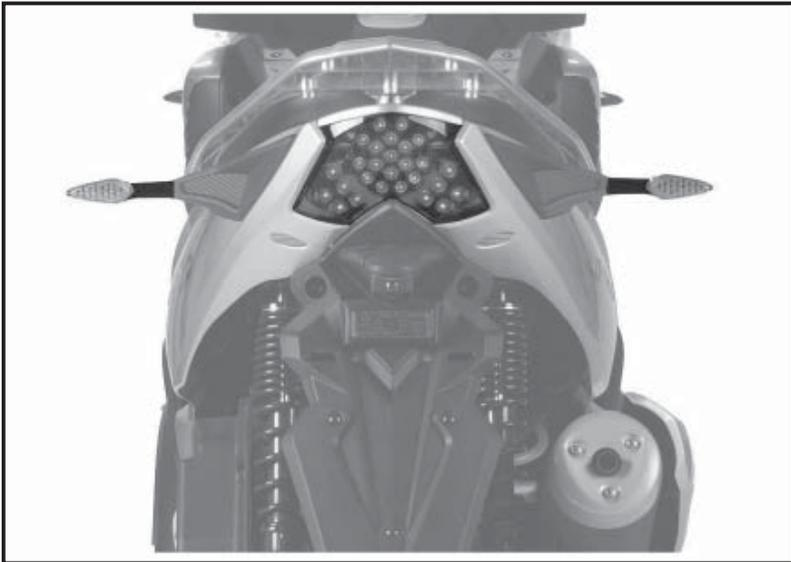

Fig. 01
6.16 GROUPE OPTIQUE ARRIÈRE (Fig. 01)
6.17 FEU SUPPORT DE PLAQUE (Fig. 01)